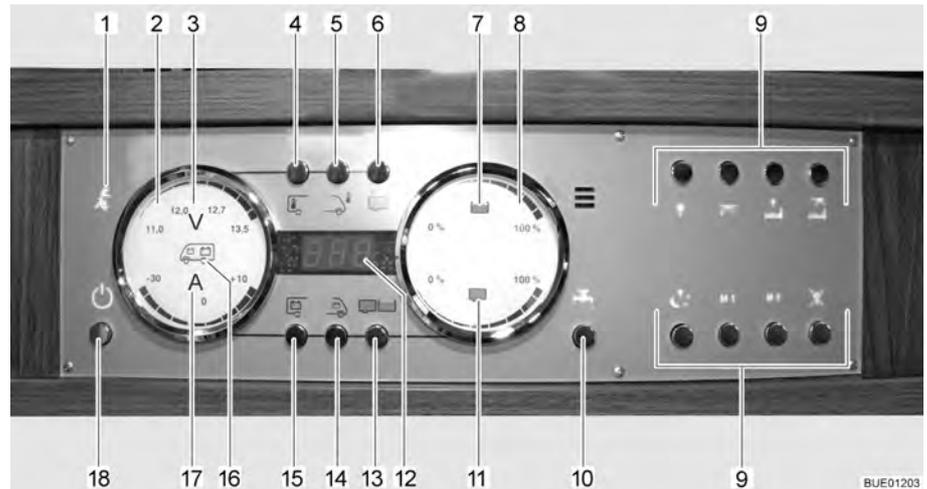

Fig. 107 Pannello di controllo LT 510
La spia di controllo a 230 V (Fig. 107,1) si accende quando all'ingresso della centralina elettrica è presente una tensione di rete.
L'interruttore principale a 12 V (Fig. 107,18) inserisce o disinserisce il pannello di controllo e l'alimentazione a 12 V dell'abitacolo.
- Premere brevemente il tasto dell'alimentazione a 12 V (Fig. 107,18). L'alimentazione a 12 V dell'abitacolo è inserita. L'indicatore di controllo "12 V" si accende.
- ▷ Se dopo l'accensione il LED "11,0" dell'indicazione dei Volt nonché il simbolo dei Volt "V" (Fig. 107,3) nell'indicatore delle batterie (Fig. 107,2) lampeggiano, significa che la tensione della batteria dell'abitacolo è insufficiente. Caricare la batteria.
- ▷ Se dopo l'accensione l'indicatore di controllo "12 V" e il simbolo dei Volt "V" (Fig. 107,3) lampeggiano tre volte, significa che la separazione della batteria è attivata. Disattivare la separazione della batteria.
- Premere brevemente il tasto dell'alimentazione a 12 V (Fig. 107,18). L'alimentazione a 12 V dell'abitacolo è disinserita. L'indicatore di controllo "Alimentazione a 12 V" si spegne.
- Premere il tasto della batteria dell'abitacolo (Fig. 107,15) e tenerlo premuto per ca. 10 secondi. Il simbolo dei Volt "V" (Fig. 107,3) e l'indicatore di controllo "12 V" lampeggiano tre volte. La batteria dell'abitacolo è separata dalla rete di bordo da 12 V.
- Premere il tasto "Alimentazione a 12 V" (Fig. 107,18) e tenerlo premuto per ca. 5 secondi. Il simbolo dei Volt "V" (Fig. 107,3) e l'indicatore di controllo "12 V" lampeggiano tre volte. La batteria dell'abitacolo è collegata alla rete di bordo a 12 V. L'indicatore di controllo si accende dopo ca. 5 secondi.
- Premere il tasto della batteria dell'abitacolo (Fig. 107,15). Il simbolo dei Volt "V" (Fig. 107,3) si accende. Il simbolo degli Ampere "A" (Fig. 107,17) si accende con luce bianca o rossa a seconda del livello di carica o scarica delle batterie. La tensione della batteria e la corrente della batteria dell'abitacolo sono indicate dai LED sul pannello di controllo.
- Premere il tasto della batteria di avviamento (Fig. 107,14). Il simbolo dei Volt "V" (Fig. 107,3) si accende. La tensione della batteria della batteria di avviamento viene indicata attraverso i LED nell'indicatore.
- Premere il tasto dei serbatoi (Fig. 107,13). I simboli del serbatoio dell'acqua (Fig. 107,7) e del serbatoio delle acque grigie (Fig. 107,11) si accendono. I livelli di riempimento del serbatoio dell'acqua (scala superiore) e del serbatoio delle acque grigie (scala inferiore) sono indicati dai LED nell'indicatore.
Il simbolo del serbatoio dell'acqua (Fig. 107,7) o il simbolo del serbatoio delle acque grigie (Fig. 107,11) lampeggia se il serbatoio dell'acqua è vuoto o il serbatoio delle acque grigie è pieno.
Attraverso l'indicatore digitale (Fig. 107,12) è possibile visualizzare la temperatura interna e la temperatura esterna.